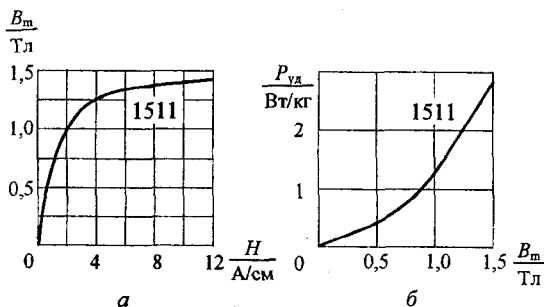

Рис. 3.1
**Задача 3.1.** Рассчитать однофазный трансформатор на сердечнике из электротехнической стали 1511 Ш-образной формы. Толщина пластин  $\delta = 0,5$  мм. Параметры трансформатора:  $S_{\text{ном}} = 60$  В · А,  $f = 50$  Гц,  $U_{1\text{ном}} = 220$  В,  $U_{2\text{ном}} = 36$  В. Кривая намагничивания стали 1511 на переменном токе  $B_m(H)$  и зависимость удельных магнитных потерь в стали от амплитуды индукции  $P_{\text{уд}}(B_m)$  даны на рис. 3.1, а, б.
$H_c = 2 \text{ А/см}$  – напряженность магнитного поля в сердечнике, найденная по кривой намагничивания стали (рис. 3.1, а),